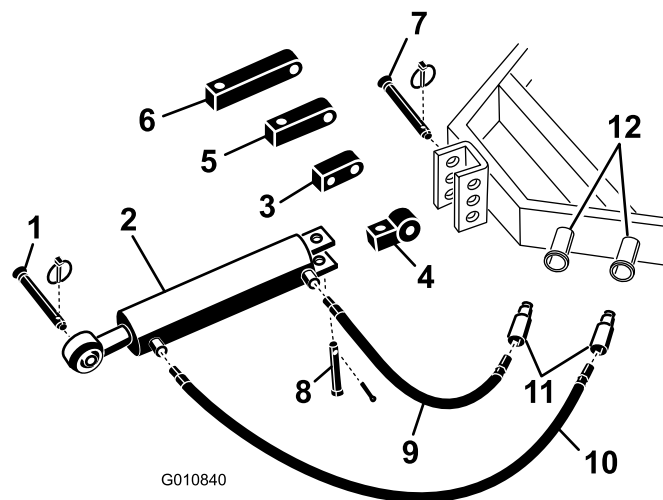

Figure 5
1. Fixez le côté avec l'embout d'accouplement du bras de liaison supérieur hydraulique au tracteur avec les goupilles fournies avec le tracteur (Figure 5). Positionnez le bras supérieur de sorte que le côté tige soit dirigé vers l'aérateur. Les raccords du vérin doivent être dirigés vers le circuit hydraulique auxiliaire du tracteur.
Remarque: S'il est nécessaire que les raccords du vérin hydraulique soient tournés vers le haut, utilisez le bloc rotatif à la place du bloc de montage standard pour repositionner le vérin (Figure 5).
- A. Retirez la goupille cylindrique et l'axe qui fixent l'embout d'accouplement standard au vérin (Figure 5). Déposez l'embout d'accouplement du vérin.
- B. Montez le bloc rotatif sur le vérin avec les goupilles retirées précédemment (Figure 5).
2. Raccordez le flexible hydraulique de 1 m au raccord du bras de liaison hydraulique supérieur le plus proche de l'aérateur Figure 5. Appliquez du ruban Téflon ou du mastic d'étanchéité sur les filetages des flexibles pour prévenir les fuites.
3. Raccordez le flexible hydraulique de 76 cm au raccord du bras de liaison hydraulique supérieur le plus proche du tracteur Figure 5. Appliquez du ruban Téflon ou du mastic d'étanchéité sur les filetages des flexibles pour prévenir les fuites.
Si le vérin hydraulique n'atteint pas le support de montage de l'aérateur, utilisez un bloc d'extension au lieu du bloc de montage standard pour accoupler le vérin au tracteur (Figure 5).
- Retirez la goupille cylindrique et l'axe qui fixent l'embout d'accouplement standard au vérin (Figure 5). Déposez l'embout d'accouplement du vérin.
- Montez le bloc d'extension de la longueur voulue sur le vérin avec les goupilles retirées précédemment (Figure 5).